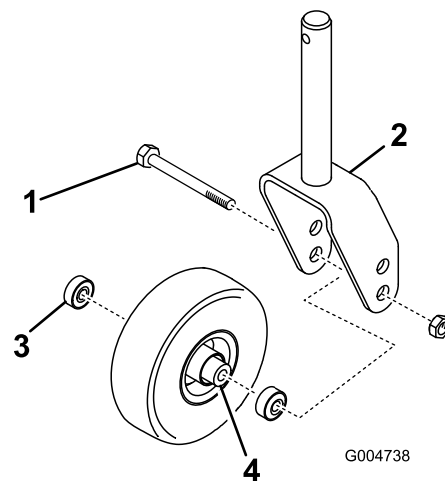
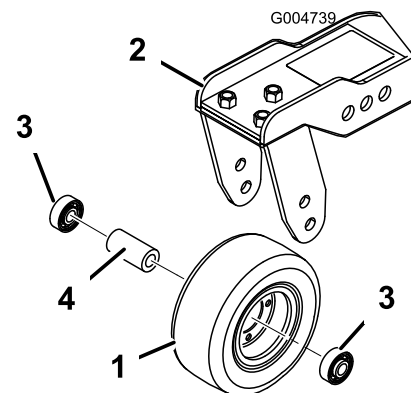

Figure 106
Figure 107
1. Retirez le contre-écrou du boulon qui fixe la roue pivotante entre la fourche (Figure 106) ou le bras pivotant (Figure 107). Maintenez la roue pivotante et sortez le boulon de la fourche ou du bras pivotant.
2. Enlevez le roulement du moyeu de la roue et laissez tomber la douille d'écartement à l'extérieur (Figure 106 et Figure 107). Enlevez le roulement de l'autre côté du moyeu.